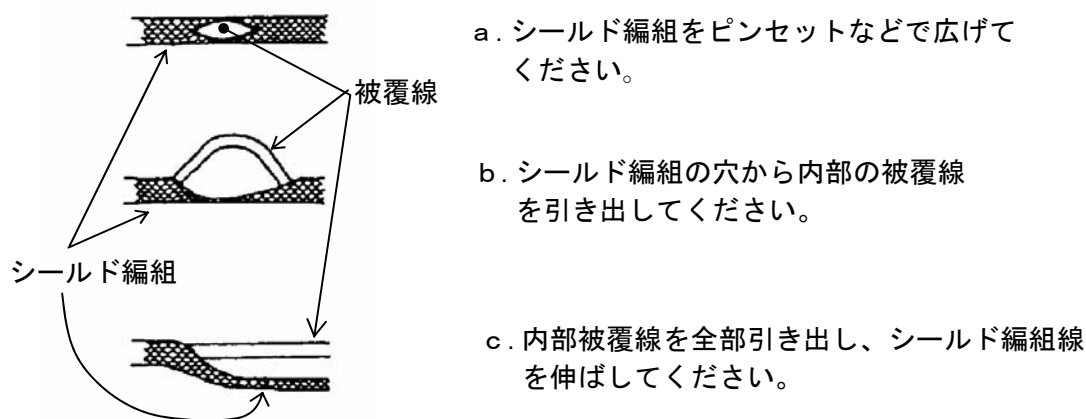

図 5.9 信号ケーブルシールド編組処理法
- ・シールド編組はバラバラにはぐすことなく、図 5.9 に示したように処理してください。